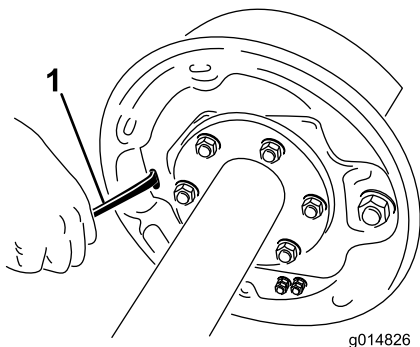

Bild 62
4. Drehen Sie das Sternrad des Einstellers mit einem Schraubenzieher, um die Bremsbacken zu verlängern (**Bild 62**).